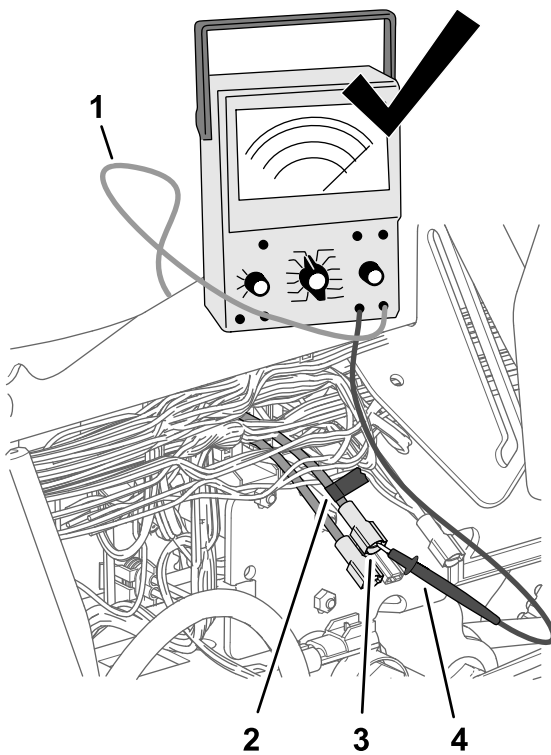

Figura 191
- Utilice un trozo de cinta para marcar el conector y el cable que identificó en el paso 3 (Figura 191).